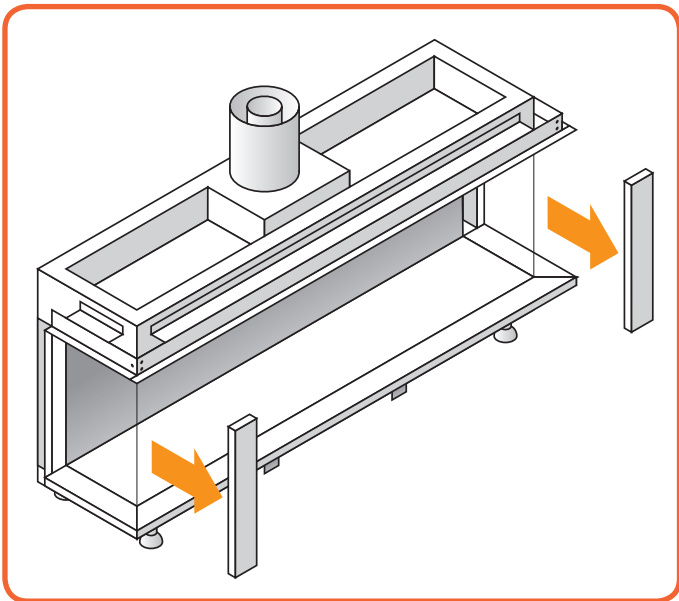

Figure 10.2 - Retirez les montants latéraux
- Retirez les montants latéraux et le montant inférieur. Ils sont maintenus par des pinces aimantées, **Figure 10.2 et 10.3.**